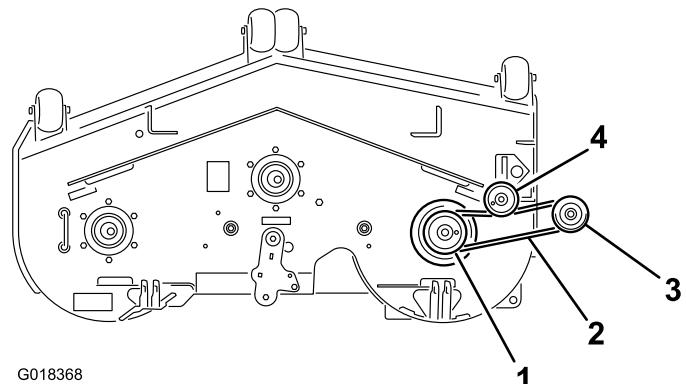

Bild 20
1. Legen Sie den Riemen um die Riemenscheibe am Gebläse (Bild 20 und Bild 21).
7. Verlegen Sie den Riemen um die Antriebsscheibe, wie in Bild 20 und Bild 21 dargestellt.